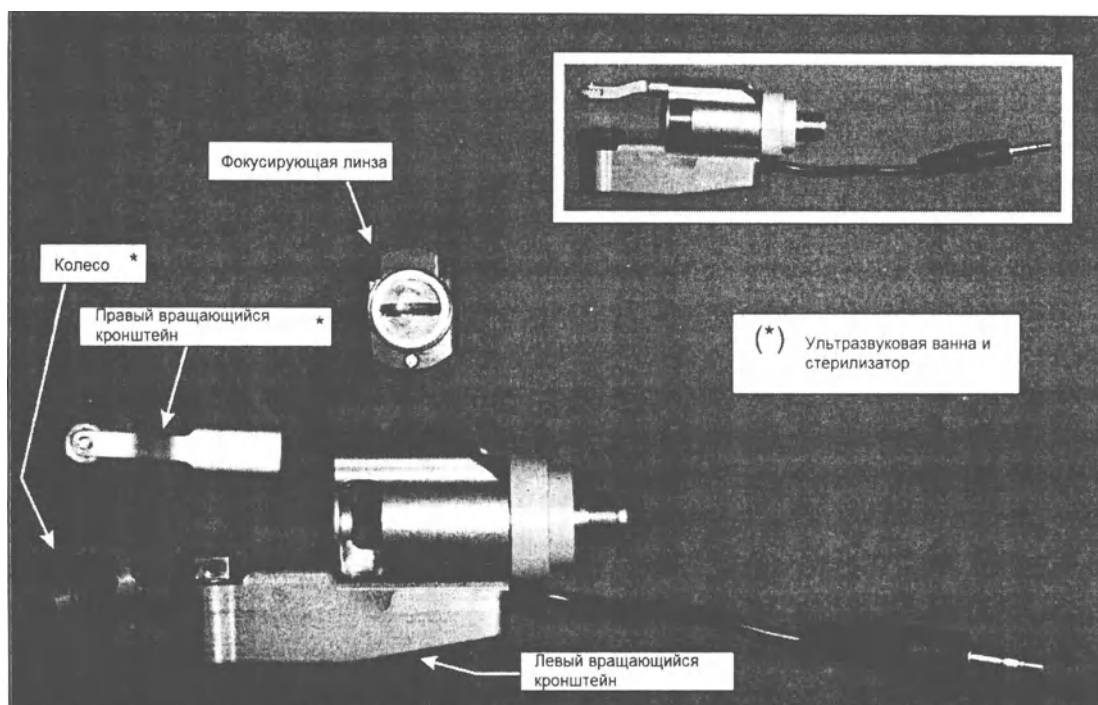

Рисунок 7-4: Разборка наконечника Er iPixel
2. Отсоедините **правый вращающийся кронштейн и колесико** (см. Рисунок 7-4) от главного корпуса наконечника и полностью погрузите в раствор, вымачивайте не менее 10 минут.